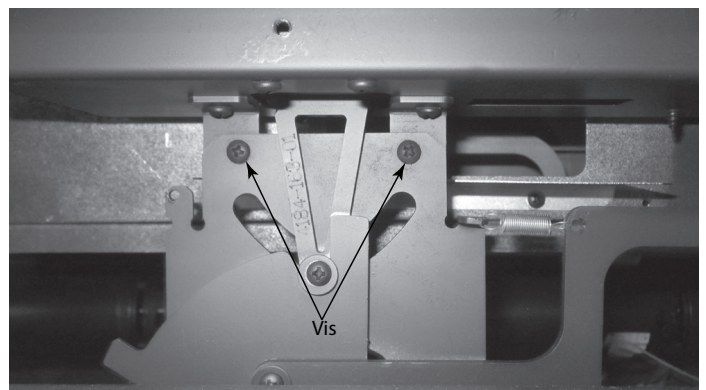

Figure 4.29 Retrait des vis
- Tout en tenant l'ensemble de minuterie, retirez les deux (2) vis, figure 4.29, et faites glisser le bras de liaison hors de la tige et retirez l'ensemble par l'avant.